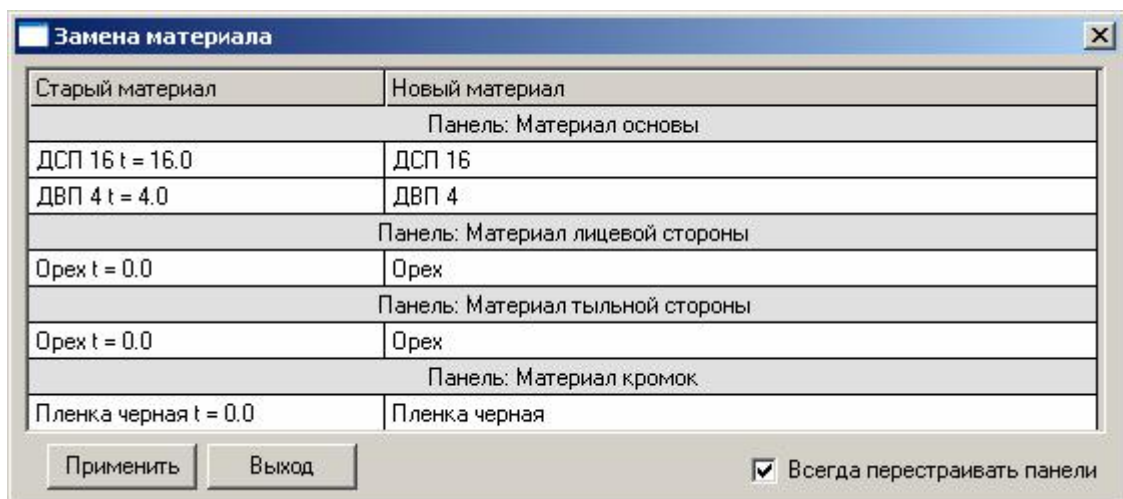

Рис. 113 Диалоговое окно *Замена материала*
2. Установить селекторный переключатель *Все* и нажать кнопку *ОК*. На экране отобразится диалоговое окно *Замена материала* (рис. 113).